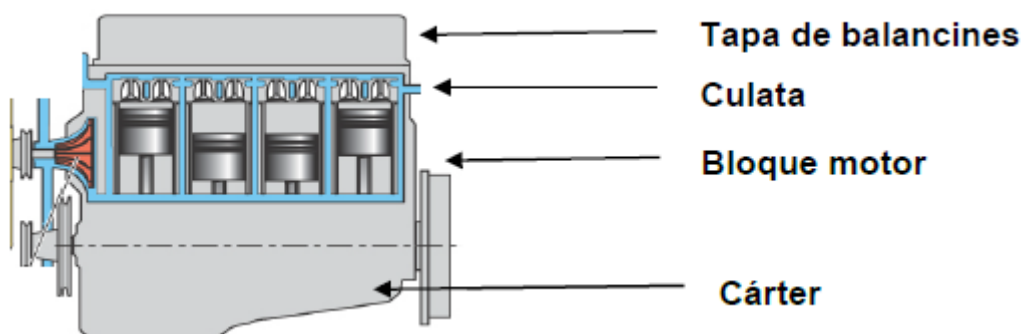

Figura 3. Elementos fijos de un motor
**ELEMENTOS FIJOS.** Son lo que constituyen el armazón y la parte exterior y cuya misión es alojar, sujetar y tapar a otros elementos. Son los que podemos ver en la figura 3.